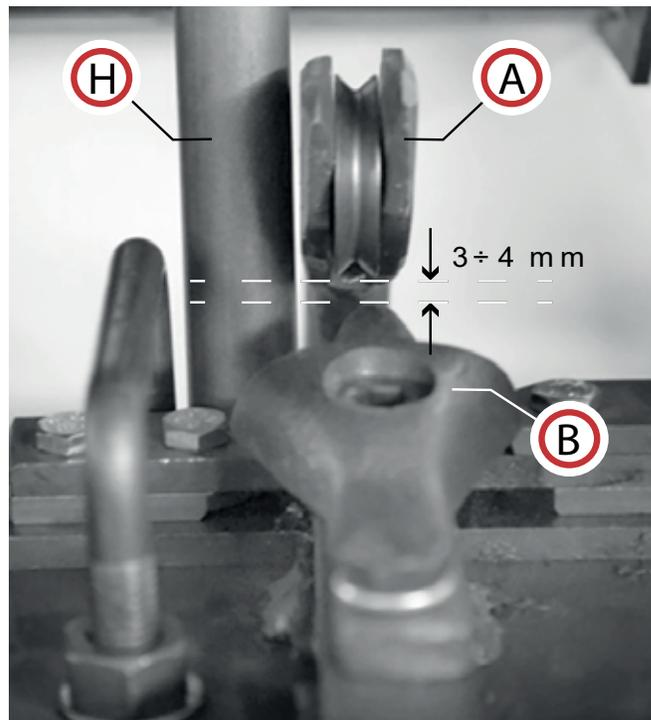

Fig.26
3. El borde exterior de la polea de la aguja (A) (Fig. 26) debe estar a una distancia de entre **3 y 4 mm** de la pinza (B) cuando la aguja está cerca de la pinza. Puede regularlo utilizando los pernos de las agujas.